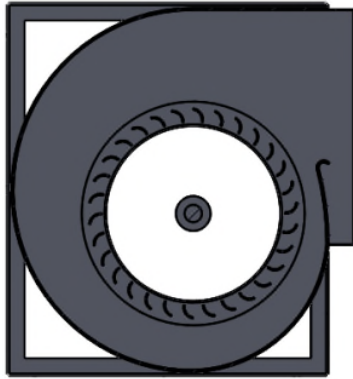

Fig.16 Backward Curved
- ตรวจสอบทิศทางการหมุนของพัดลมว่าถูกต้องหรือไม่ โดยดูจาก Fig 16 และ 17
9. ทำการต่อสายไฟเข้ากับมอเตอร์ ตรวจสอบทิศทางหมุนตาม Fig 16 และ 17